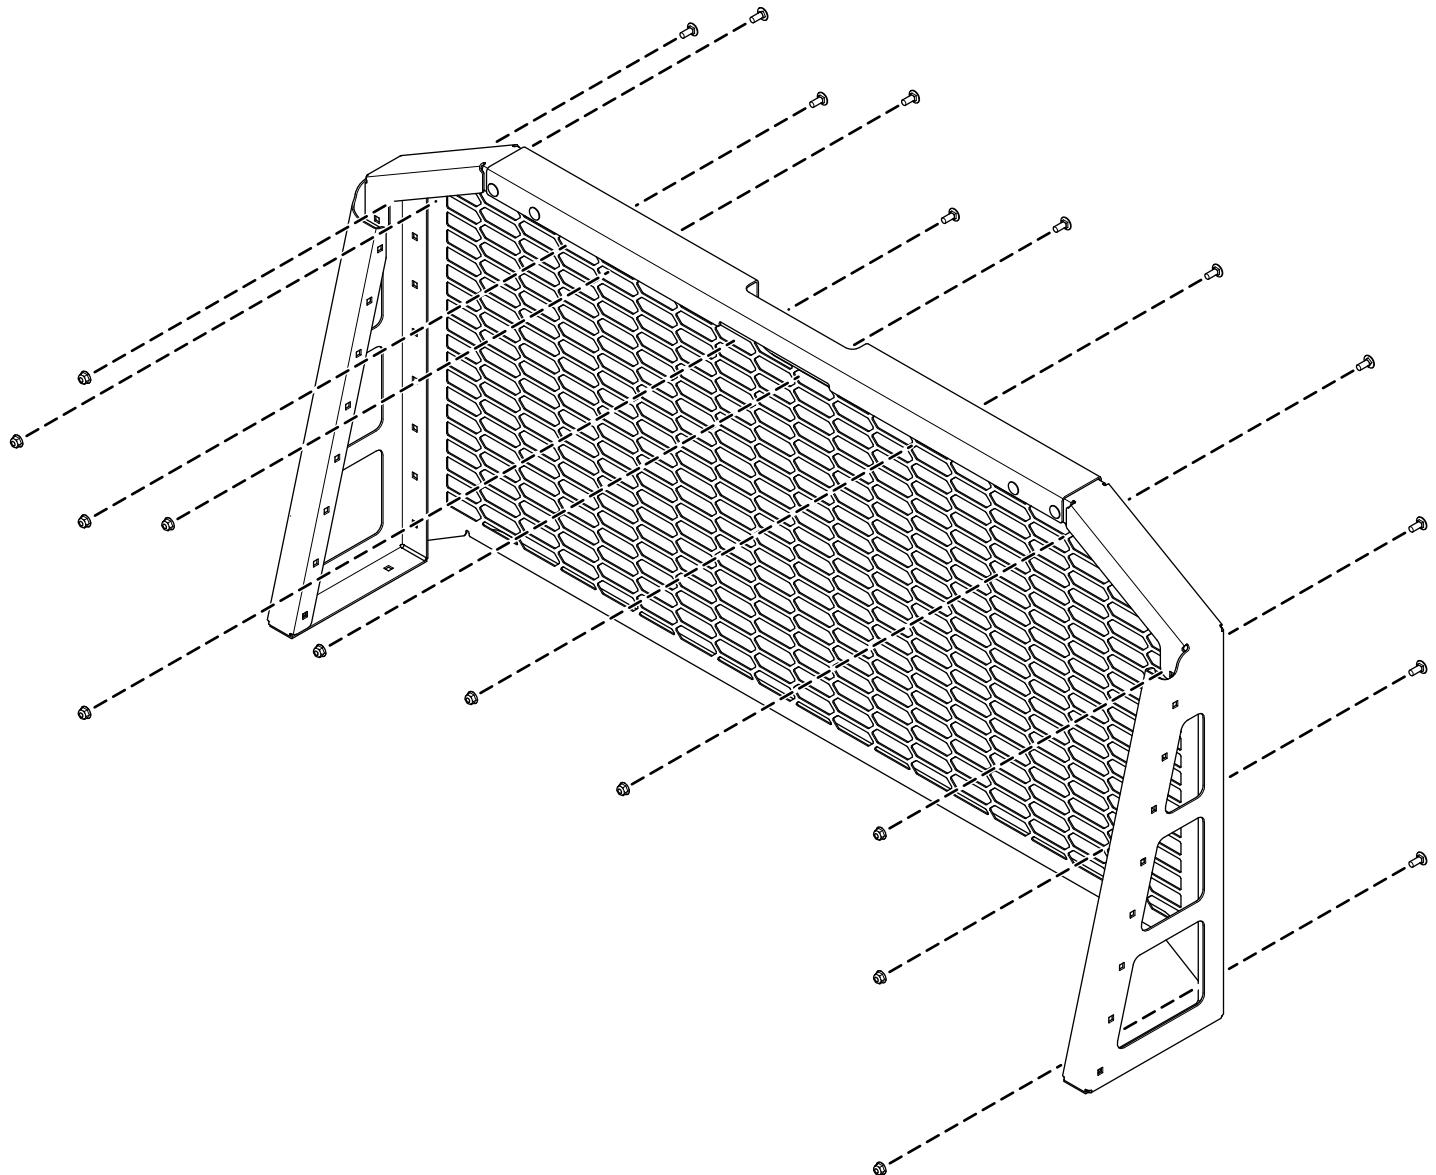

Figure 2
2. Fixez légèrement la grille sur le cadre du système de racks à l'aide de 11 boulons de carrosserie (5/16" x $\frac{3}{4}$ ") et 11 contre-écrous (5/16"), comme montré à la Figure 2.